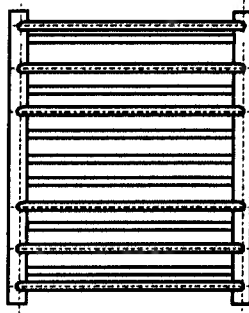

Fig. 1a
1. Grzejnik z radiatorami poziomymi umieszczonymi w dwóch segmentach, jak pokazano na rysunku, w widoku z przodu - fig. 1a, w widoku z boku – fig. 1b, w widoku od góry – fig. 1b.